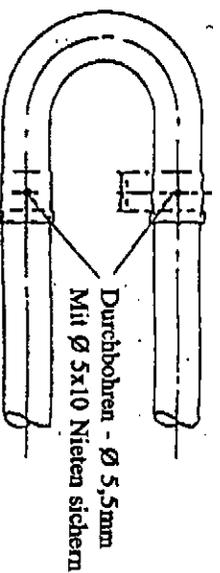
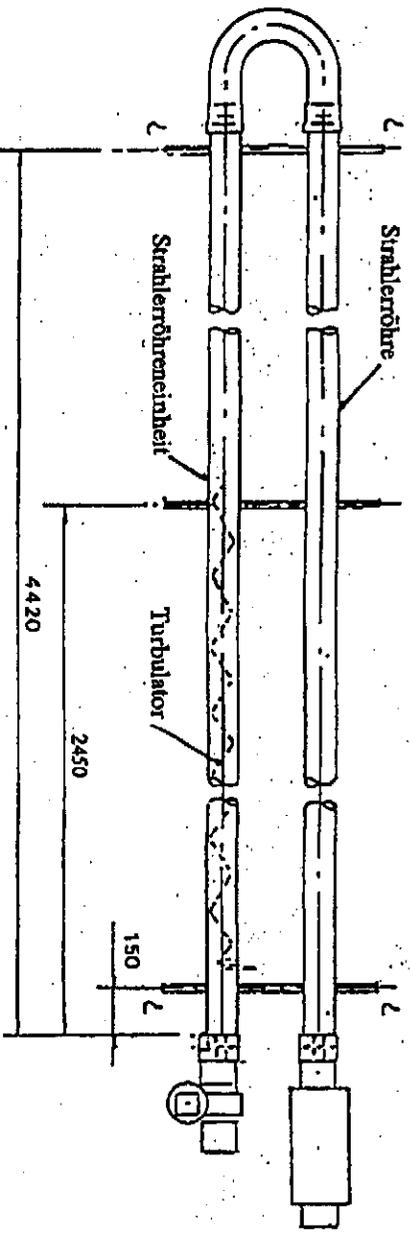

Abb. 12
Abb. 13
4.2.1 Verpackung/Schutz von den Strahlerröhren und der Strahlerröhreneinheit entfernen und sicherstellen, daß sie innen klar sind. Legen Sie die Strahlerröhren und Strahlerröhreneinheit auf Böcke so daß sie einen Mindestabstand von 150mm vom Fußboden haben und 305mm voneinander entfernt mit den Enden der Röhren in gleicher Linie (siehe Abb. 13) sind. Montieren Sie den U-Bogen an die Röhren und stellen Sie sicher, daß der U-Bogen voll eingerastet ist. Bohren Sie ein 05,5mm Loch durch den U-Bogen und die Strahlerröhre auf der Oberseite jedes Beines des U-Bogens, auf halbem Weg entlang dem gestanzten Teil des U-Bogens wie in Abb. 12 gezeigt. Nieten Sie den U-Bogen an die Strahlerröhre und Strahlerröhreneinheit unter Gebrauch der beiden gelieferten 0 5x10 Nietten (Befestigungspaket).
4.2.7 Das Gerät sollte jetzt angehoben werden und wie im Abschnitt 3.1 dargestellt an den vorher angebrachten Ketten oder Fallstaben an den in Abb. 13 gezeigten Aufhängepunkten gelängt werden. Seil- oder Gewebeschlingen sollten benutzt werden, wenn man von oben her hochhebt. Beim Gebrauch eines Gabelstaplers, stellen Sie sicher, daß das Gerät vor dem Anheben auf den Gabeln balanciert ist.